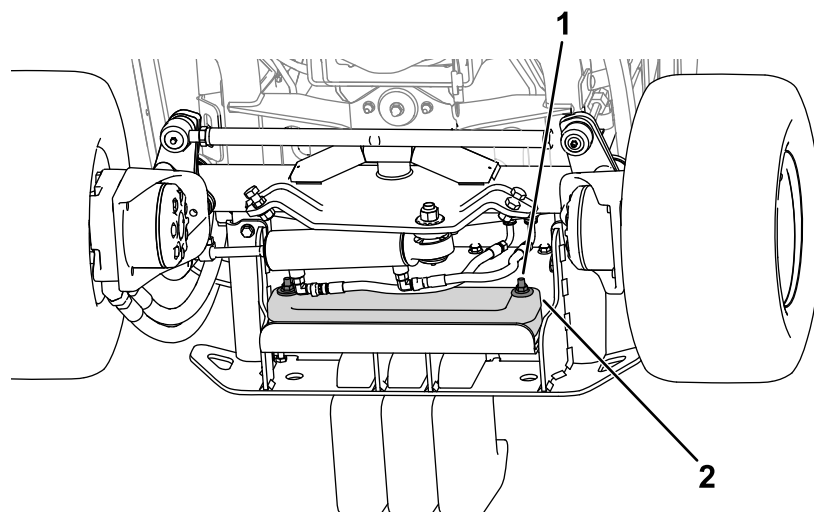

Figure 21
- 2. Serrez les fixations pour fixer les masses sur le pare-chocs (Figure 21).